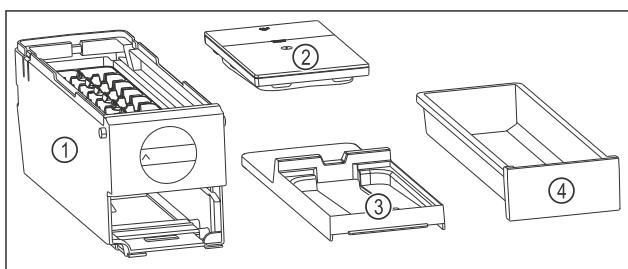

Fig. 93 Составные части EasyTwist-Ice
- ▷ EasyTwist-Ice разобран на четыре части. (см. Fig. 93)
- Разбирайте EasyTwist-Ice только на составные части, представленные на рисунке. (см. Fig. 93)
- Очищайте корпус EasyTwist-Ice Fig. 93 (1) как цельное устройство.